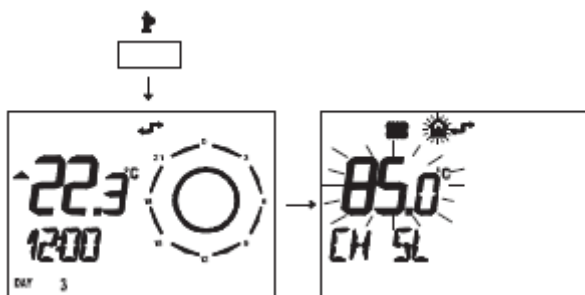

рис. 5.58
- Жмите дольше, чем 3 секунды кнопку **P**, чтобы войти в режим INFO (рис. 5.58).